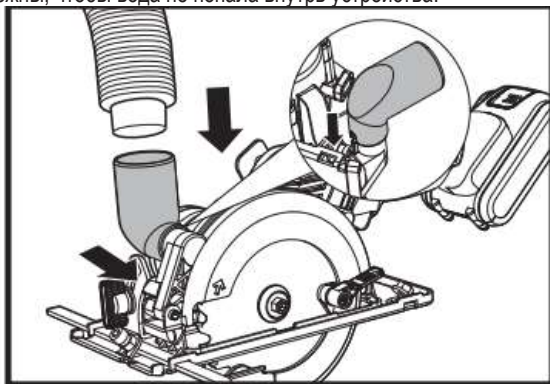

Рис. 7 Удаление опилок
- очистите пилу и её дополнительные принадлежности от пыли и грязи, опилок (рис. 7).
- Рекомендуется чистить устройство каждый раз после работ от опилок (рис. 7).